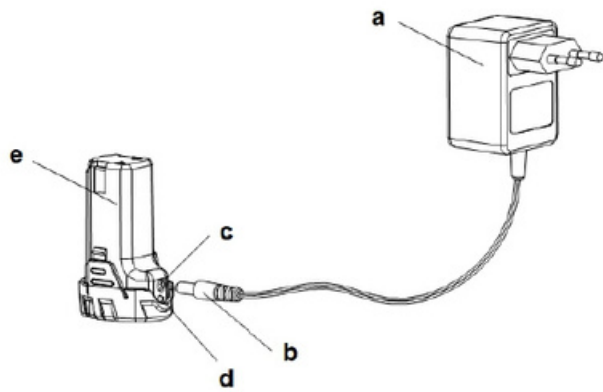

Fig. 2
4.4- Chargement de la batterie (Fig. 2)